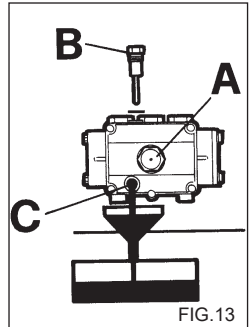

FIG.13
- 2) Skru proppen af ved hjælp af oliepipinden (fig. 13).